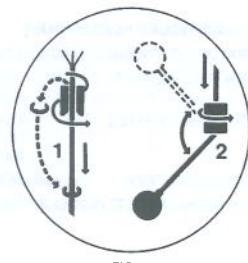

FIG.7
1. Pour l'installation du contrepoids soit correcte, il faut suivre la procédure illustrée sur la figure 7. Introduire le câble dans le contrepoids, du côté conique, en le tournant. Ceci provoquera le détachement de l'anneau en plastique placé à l'embouchure (en cas de besoin, le détachement peut être facilité avec un tournevis). L'anneau sera placé dans la partie du câble devant accueillir le contrepoids.
Eine korrekte Installation des Gegengewichtes gemäss den aus Bild 7 hervorgehenden Anweisungen vornehmen.